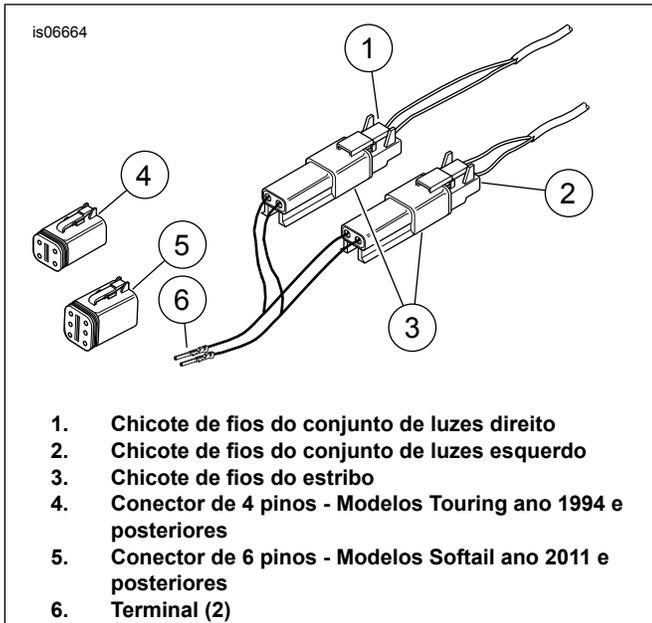

Figura 10. Conexões elétricas - Todos os modelos ano 1994 e posteriores
1. Veja Figura 10. Instale o conector Deutsch de 4 pinos no chicote de fios do estribo. Veja o Manual de serviço.
2. Conecte o chicote de fios do conjunto de luzes direito (1) e esquerdo (2) ao chicote de fios do estribo (3).
3. Conecte o conector do chicote de fios do estribo (4) ao plugue de acessórios localizado embaixo do assento. Continue na MONTAGEM FINAL.
1. Veja Figura 10. Instale o conector Deutsch de 6 pinos (5) no chicote de fios do estribo. Veja o Manual de serviço.
2. Conecte o chicote de fios do conjunto de luzes direito (1) e esquerdo (2) ao chicote de fios do estribo (3) fornecido no kit.